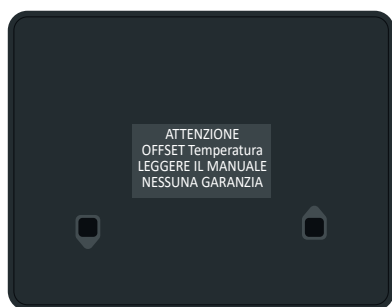

Fig. 4
- 5 Individuata la voce da modificare premere il tasto SU o GIU per modificare la grandezza d’interesse (Fig. 4, 5, 6, 7).